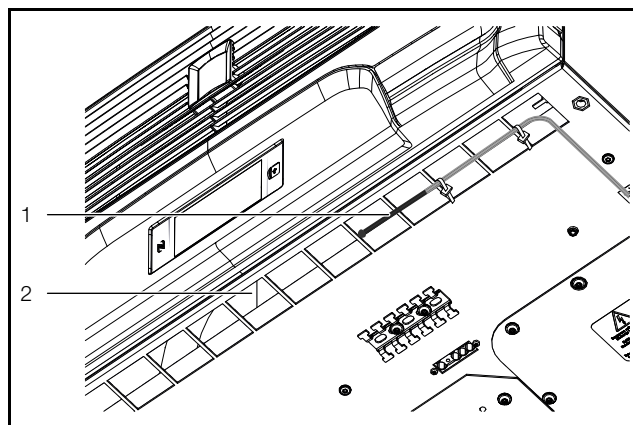

Fig. 14: Sensor de temperatura na frente da saída de ar frio
- Instale o sensor de temperatura na posição central da saída do ar frio do condicionador de ar (fig. 14).